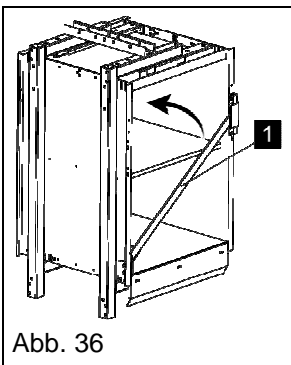

Abb. 36
2. Schieben Sie die Schranke (Abb. 36) je nach Ausführung nach links oder nach rechts.